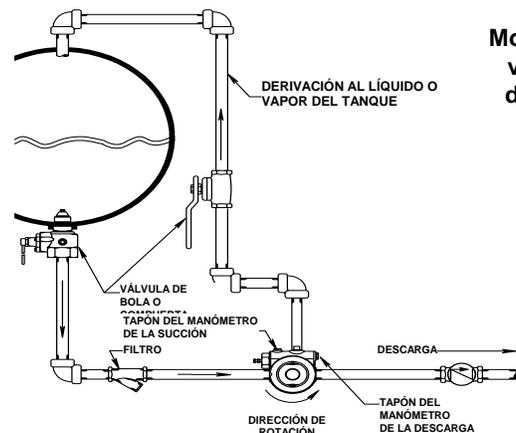

Figura 3
9. La línea de derivación o de retorno externa debe ser una tubería de 1/2" (12,7 mm) de diámetro, y puede conectarse para descargar en la sección de líquido o vapor del tanque. Consulte la figura 3.
La válvula de alivio incorporada a la bomba, cargada a resortes, en los modelos de bombas LG1 tiene dos propósitos. La válvula proporciona una derivación externa de retorno al tanque para ofrecer el alivio del exceso de presión. La válvula también servirá como válvula de alivio interna recirculando fluido dentro de la bomba para proporcionar el alivio del exceso de presión si está cerrada la línea separada de retorno al tanque. Consulte la figura 3. Consulte "Configuración y ajuste de la válvula de alivio" para conocer el procedimiento correcto de configuración y ajuste de la válvula.